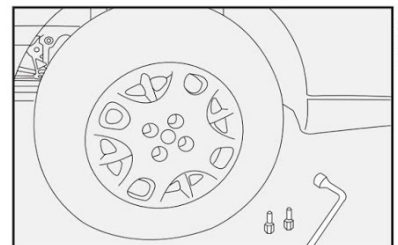

fig. 18
- Apertar os parafusos utilizando a chave de roda específica **fig. 18**.